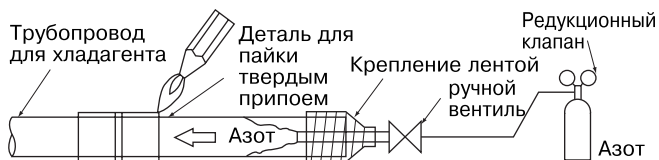

Рис. 25
- Если пайка выполняется одновременно с подачей в трубопровод азота, азот необходимо довести с помощью редукционного клапана до 0,02 МПа. (См. Рис. 25)